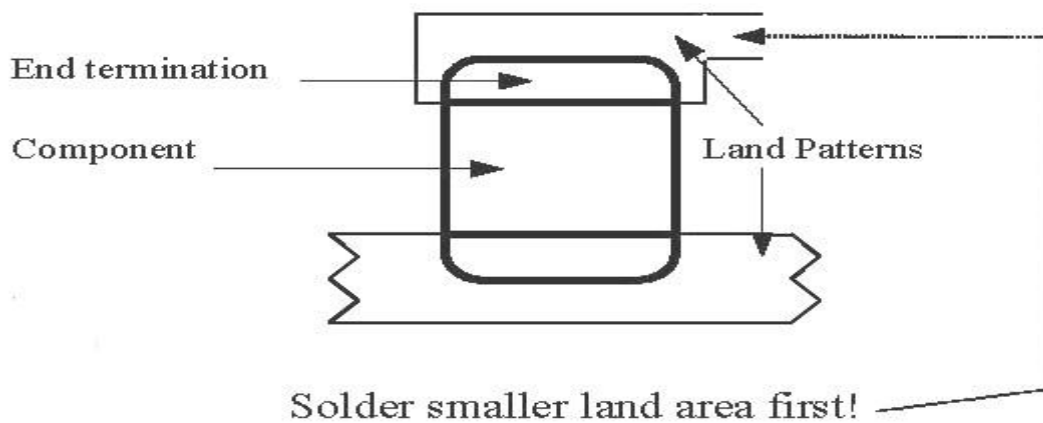

Figure 1
- E. 比較兩個焊接端點之大小，面積較小的必須先焊上去(見下 Figure 1)。